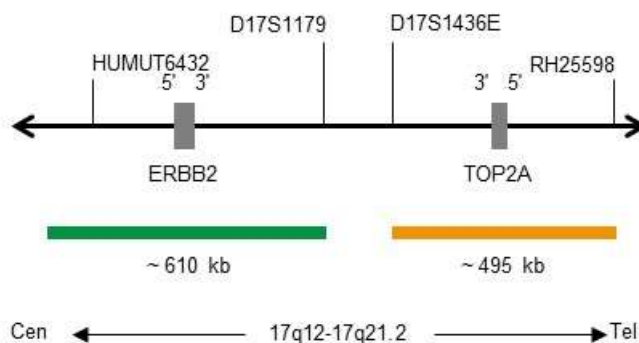

Fig. 1. SPEC ERBB2/TOP2A Mapa de la sonda (no está a escala)
- Polinucleótidos marcados en verde (excitación a 503 nm/emisión a 528 nm) ZyGreen (~10,0 ng/μl), dirigidos a secuencias localizadas en 17q12-q21.1* (chr17:37,572,531-38,181,308), que alberga la región del gen ERBB2 (ver Fig. 1).
- Polinucleótidos marcados en naranja (excitación a 547 nm/emisión a 572 nm) ZyOrange (~4.5 ng/μl), dirigidos a secuencias localizadas en 17q21.1-q21.2* (chr17:38,323,741-38,818,030), que alberga la región del gen TOP2A (ver Fig. 1).